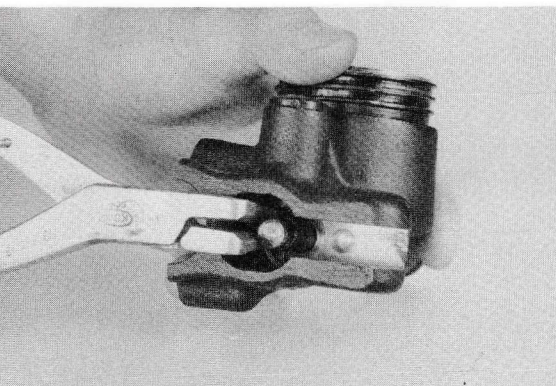

Fig. 3-3-35
- 7) Ta bort låsringen med en tång. (Se Fig. 3-3-35)
- 7) Fjederlåseringen fjernes med en spændtang. (Fig. 3-3-35)